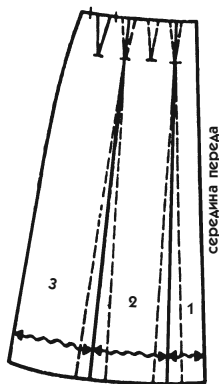

Рис. 324
- Сделайте соответствующие фалды, затем аккуратно перенесите контуры каждой полосы (1 + 2 + 3, рис. 324).
4. Если вытачки не закрываются полностью (см. рис. 324), их не следует оставлять там, где они находятся. Вы знаете, что вытачка, расположенная по краю складки, может создать проблему, и эта проблема усугубляется, когда речь идет о группе складок. Лучше перенести вытачки (одну или две) ближе к боковому срезу или на середину каждого клина (см. вытачки на рис. 324).
5. Проведите новые линии каждой складки посередине расширения (сплошные линии на рис. 324).